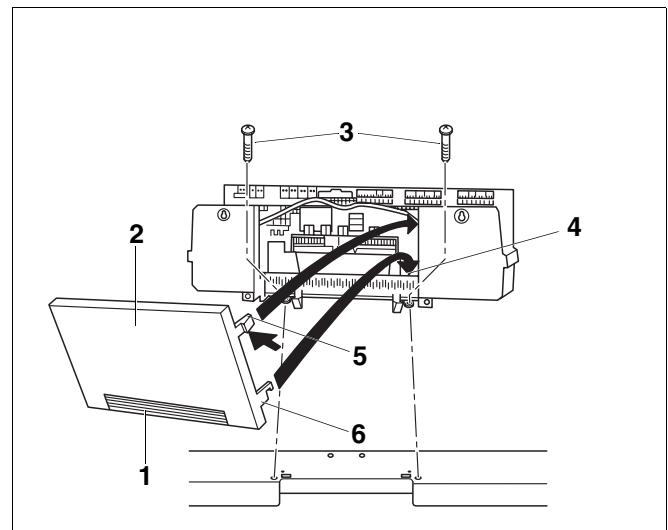
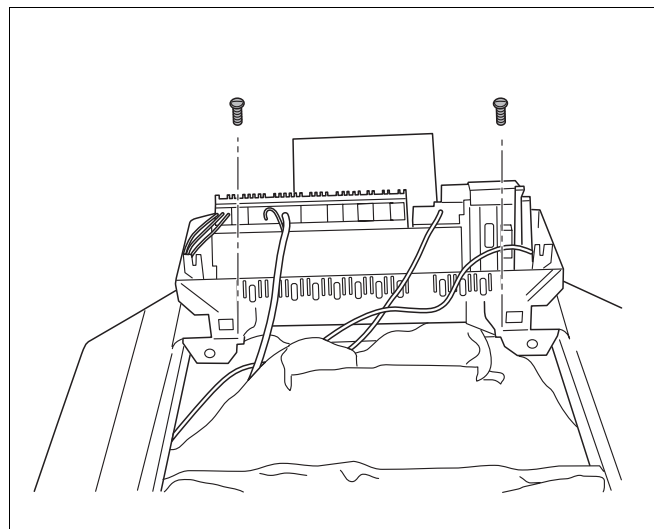

Abb. 11 Regelsystem Logamatic 4000 festschrauben
Abb. 12 Regelsystem Logamatic 2000 festschrauben
- Regelgerät hinten rechts und links im Kabeldurchgang mit 2 Blechschrauben (Abb. 11, **Pos. 3**) auf der vorderen Kesselhaube anschrauben, siehe auch Abb. 12.
Sie können bei Bedarf das Ausbrechteil (Abb. 11, **Pos. 1**) an der Rückwand (Abb. 11, **Pos. 2**) ausbrechen bzw. ausschneiden.
- Die beiden unteren Haken (Abb. 11, **Pos. 6**) rechts und links an der Rückwand (Abb. 11, **Pos. 2**) mit dem Schlitz auf die obere Kante des Schellenrahmens (Abb. 11, **Pos. 4**) einsetzen.
- Die beiden oberen elastischen Schiebehaken (Abb. 11, **Pos. 5**) leicht nach innen drücken (Pfeil) und die Rückwand (Abb. 11, **Pos. 2**) so einlegen, dass die beiden Haken einrasten.